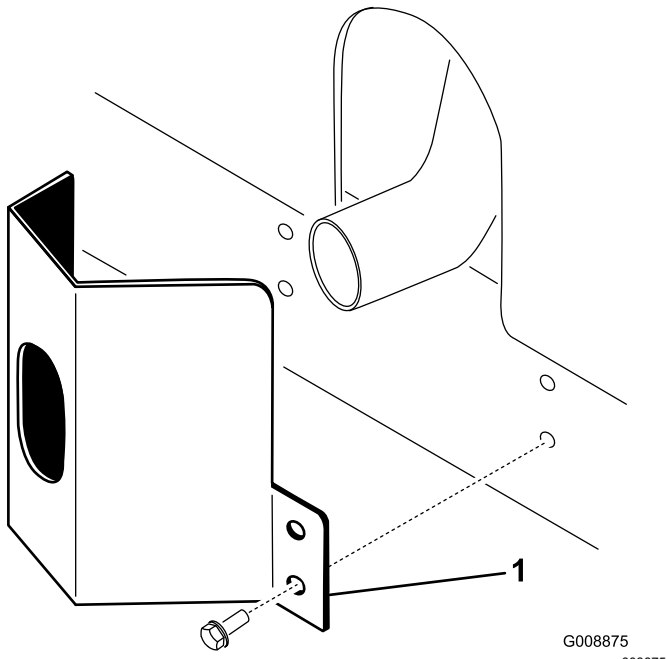

Bild 10
1. Positionieren Sie das Auspuffschutzblech um den Schalldämpfer, während Sie gleichzeitig die Befestigungslöcher auf die im Rahmen abstimmen (**Bild 10**).
2. Befestigen Sie das Auspuffschutzblech mit vier Blechschrauben am Rahmen (Bild 10).